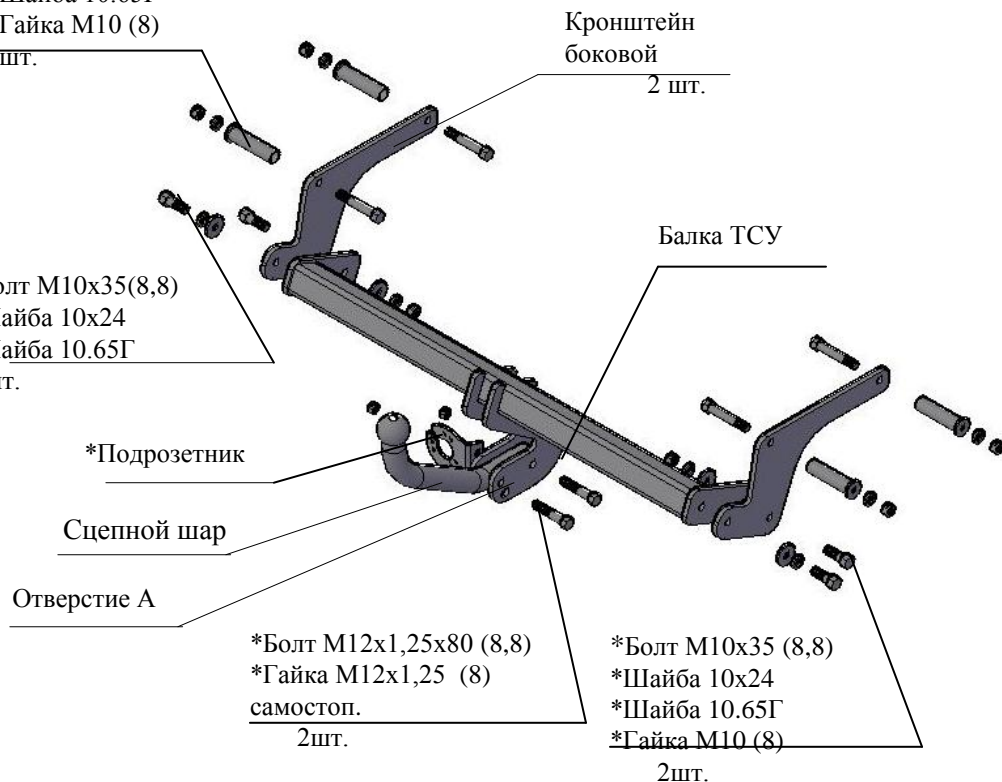

Рис.1 Тягово-сцепное устройство ТСУ 9041.
2.1 ТСУ 9041 в сборе (рис.1)	1 шт.
2.2 Пакет с комплектующими (см. рис.1)	1 шт.